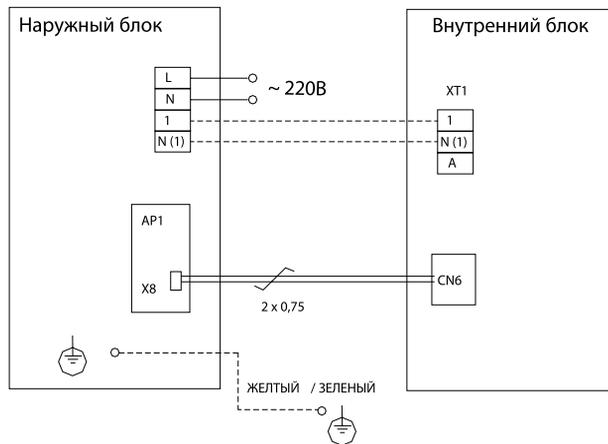

Рис. 10.1 Схема межблочных соединений моделей FGR5H/A-C, FGR7.5H/A-C
- Подключение кабеля управления в соответствии со схемами межблочных соединений рис.10.1 и рис.10.2